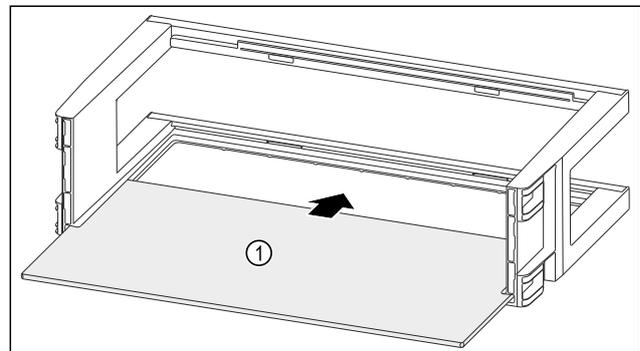

Fig. 116
- ▶ Insérer la tablette de rangement Fig. 116 (1) dans les évidements latéraux.